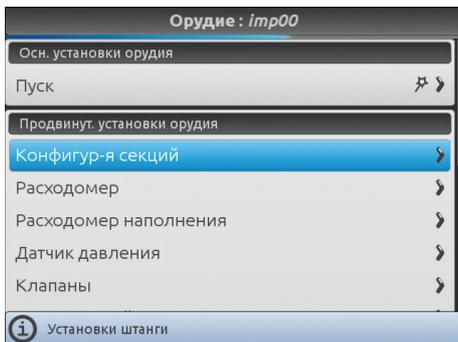

Рис. 54
**В ЗАВИСИМОСТИ ОТ БАЗОВЫХ УСТАНОВОК (Гл. 9), ИЗМЕНЯТСЯ И ПУНКТЫ Рис. 54, СЛЕДОВАТЕЛЬНО, И ПРОДВИНУТОЕ ПРОГРАММИРОВАНИЕ УСТРОЙСТВА.**